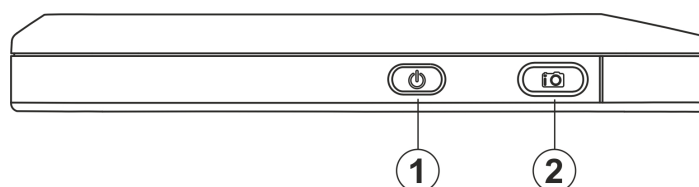

Fig. 3: Description des parties supérieure de l'instrument
1. Touchez l'élément «Flashlight» pour activer/désactiver l'illuminateur à LED blanche intégré dans l'instrument (voir Fig. 3 - partie 1) . La page-écran suivante s'affiche à l'écran :